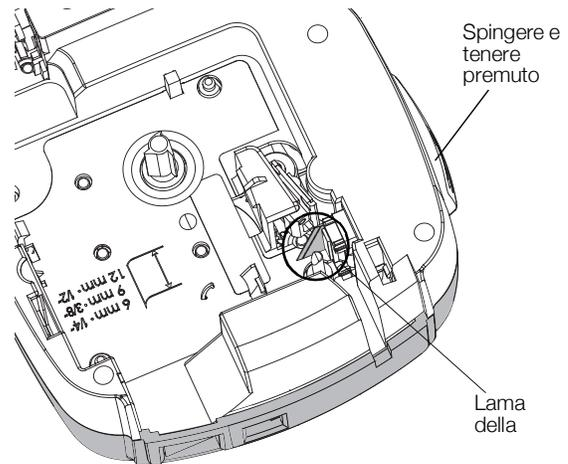

Figura 7
- Tenere premuto il pulsante della taglierina per esporre la lama. Vedere la Figura 7.